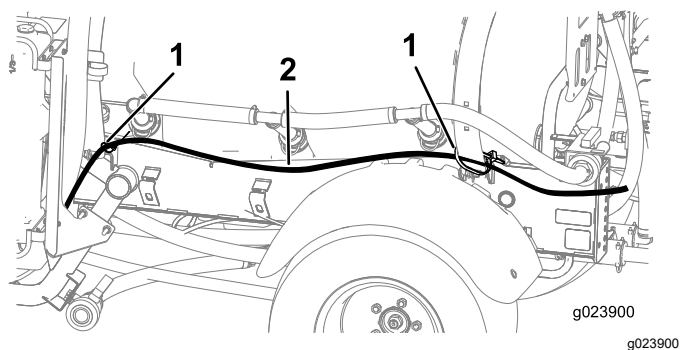

Bild 16
2. Verlegen Sie die zwei Schaumschläuche von den Auslegern nach vorne zur Seite der Maschine mit der Befestigungshalterung (Bild 16).